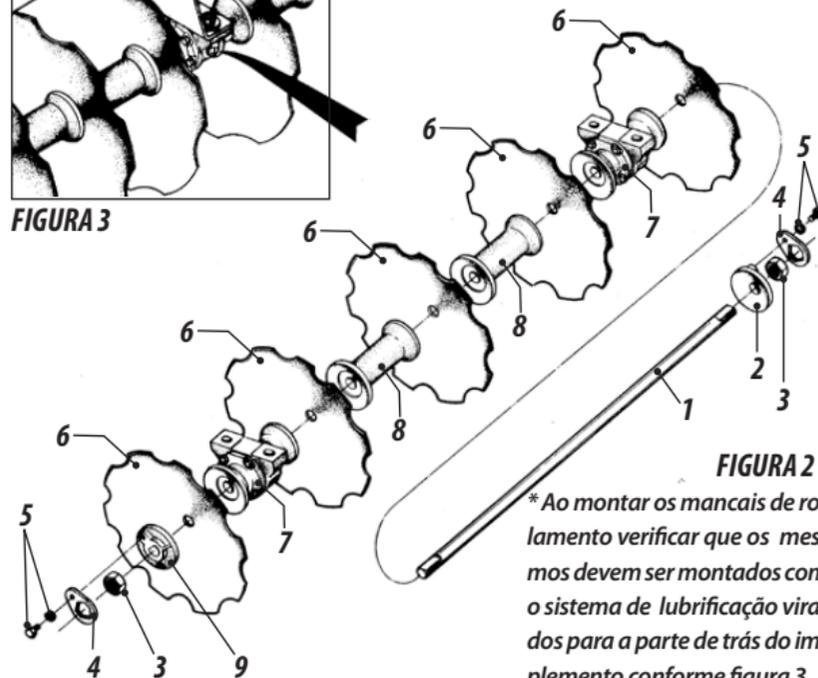

FIGURA 2
- 3 - Colocar no eixo item 1, figura 2 a arruela de encosto do disco item 2, a porca item 3, a arruela de trava item 4, fixando com parafuso item 5. Observar que a porca fique faceando com a ponta do eixo.
- 4 - Colocar no eixo item 1, um disco item 6, um mancal* item 7, outro disco item 6, um carretel separador item 8 e assim sucessivamente conforme figura 2.